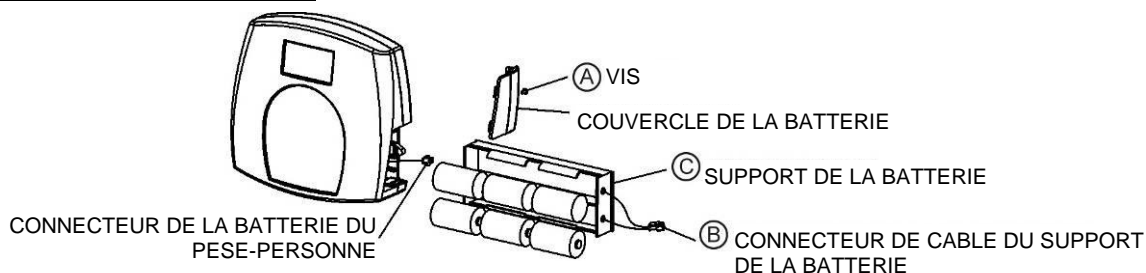

Figure 2 - Piles
7. L'assemblage du pèse-personne est à présent terminé. Branchez l'adaptateur du pèse-personne dans une prise électrique et/ou insérez les piles—cf. la section piles/Figure 2 pour plus d'informations concernant les piles.
2. Placez les piles dans leur support (reportez-vous à la Figure 2, ci-dessous, pour obtenir des informations sur les « Piles »).
2. Retirez le couvercle du compartiment piles du module d'affichage—reportez-vous à la Figure 2 (A) ci-dessus.
3. Débranchez le câble de connexion du compartiment des piles du port de connexion du pèse-personne (B).
4. Retirez avec précaution le compartiment des piles (C) en le faisant glisser en dehors du module d'affichage.
7. Branchez le câble de connexion du compartiment des piles au port de connexion du pèse-personne (B).
8. Fixez le couvercle du compartiment piles au module d'affichage et installez la vis (A).